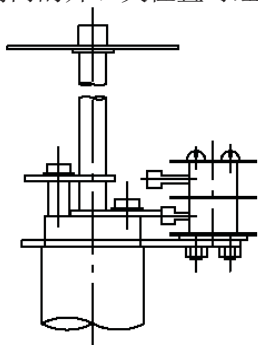

图 6：QT1-QT4 型号
①拉动手——电动切换手柄至手动位置后，顺时针转动手轮，使阀门至全关位置。
②用“L”扳手，松动下部凸轮上的螺钉（关方向的限位开关）见下图 6 或图 7。
③调整凸轮，使之与下部的微动开关接触（刚好听到咔嚓声），然后紧固螺钉。
④接通电源，按下“开”向按钮，反方向运行某个角度，然后再向“关”方向运行，以检查阀门“关”方向限位是否准确。重复几次达到要求为止。
①拉动手——电动切换手柄至手动位置后，逆时针转动手轮，使阀门至全开位置。
②用“L”扳手，松动上部凸轮上的螺钉（开方向的限位开关）见图 6 或图 7。
③调整凸轮，使之与上部的微动开关接触（刚好听到咔嚓声），然后紧固螺钉。
④接通电源，按下“关”向按钮，反方向运行即向“开”方向运行，以检查阀门“开”方向限位是否准确。重复几次达到要求为止。